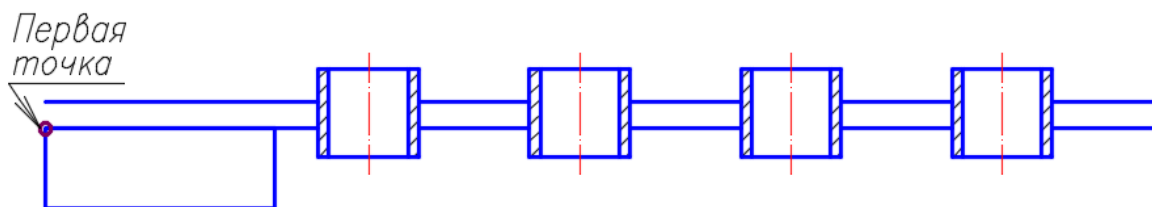

Рис. 109. Выполнение чертежа фартука оросителя
- вычертить фартук с помощью команды **Прямоугольник** (см. рис. 109). Точку первого угла указать в конечной точке нижнего отрезка. Для точки второго угла ввести координаты @130, -45;